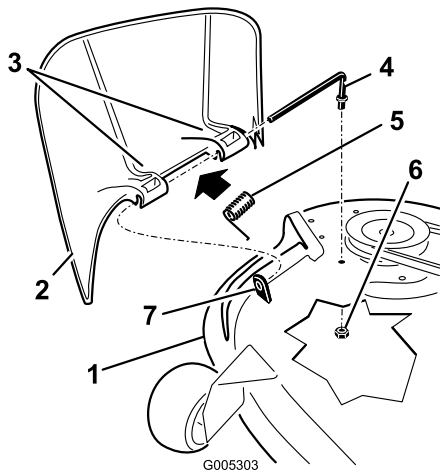

Figure 48
- Repérez les éléments illustrés dans la Figure 48.
- Retirez l'écrou (3/8 pouce [9,5 mm]) de la tige, sous le plateau de coupe (Figure 48).
- Sortez la tige de la courte cheville de positionnement, du ressort et du déflecteur d'herbe (Figure 48). Enlevez le déflecteur s'il est endommagé ou usé.
- Remettez en place le déflecteur d'herbe (Figure 48).
- Placez le ressort sur la tige, les fils d'extrémité dirigés vers le bas, entre les supports du déflecteur d'herbe. Insérez la tige dans le deuxième support du déflecteur d'herbe (Figure 48).
- Insérez la tige à l'avant du déflecteur dans la courte cheville de positionnement sur le plateau. Fixez l'extrémité arrière de la tige dans le plateau de coupe à l'aide d'un écrou (3/8 pouce [9,5 mm]) (Figure 48).